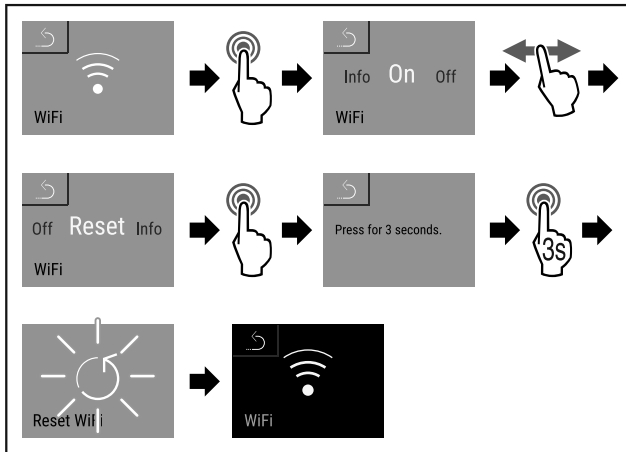

Fig. 122
► Eseguire i passaggi (vedere Fig. 122) .